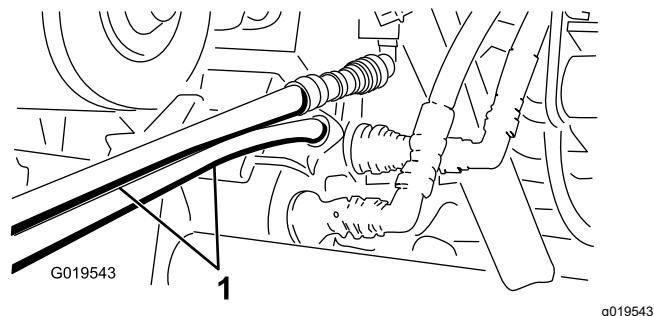

Figura 77
5. Sull'altra macchina, collegate i due tubi ai connettori che si trovano ancora nella staffa dell'accoppiatore (collegate il tubo superiore al connettore superiore e il tubo inferiore al connettore inferiore) (Figura 77).